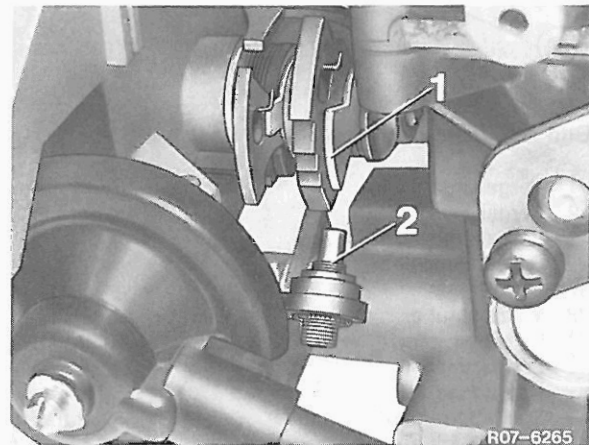

Bild 43
Wichtig: Stufenscheibe (1) darf die Einstellschraube (2) nicht berühren, siehe Bild 43 (Starterklappe und Stufenscheibe sind entkoppelt).
Wichtig: Während der Messung die Stufenscheibe (1) (Bild 43) so halten, daß die Einstellschraube (2) nicht zur Auflage kommt.